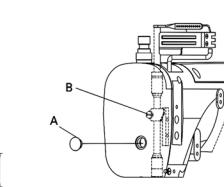

图14(Fig.14)
2.打开上方侧盖橡胶塞(A)，并松开螺钉(B)，上下调整机针高度后在固定螺钉。(图14)
机针高度调整后，必须确定每一根针是通过针板孔中央。(图14)。
2.The position of needle bar can be adjusted by [1] removing rubber cap (A) and loosening nut (B) ,[2] moving needle bar up and down ,to proper position and [3] tightening screw (B),and insert in cap (A)。 (Fig.14)